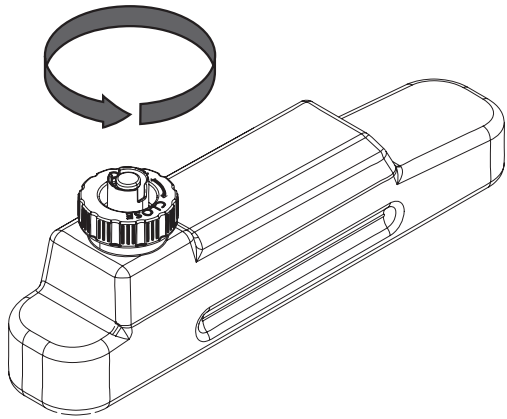

Fig.5
4. Coloque el depósito de agua en el lavabo y quite la tapa en sentido antihorario para abrirlo. (Véase la Fig. 5)